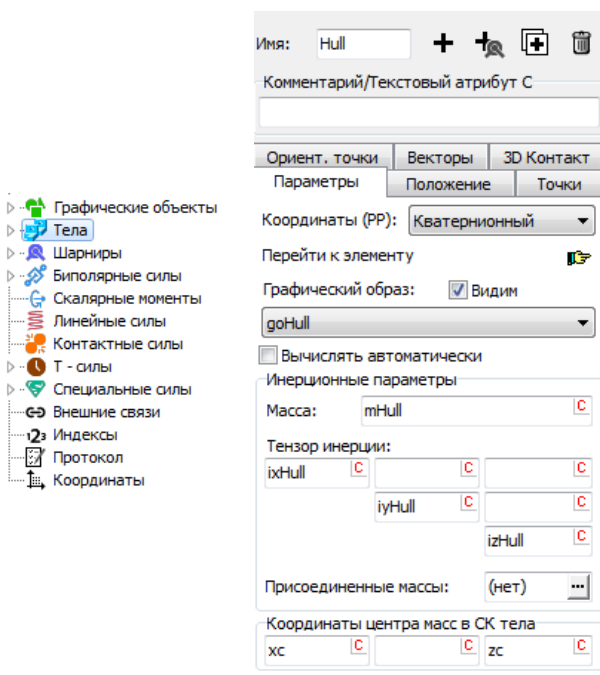

Рис. 2.26. Добавление тела – корпус ГМ
- выберите элемент **Тела** в списке элементов модели, рис. 2.26;
Рекомендуется параметризовать инерционные параметры с помощью идентификаторов, как это сделано в примере на рис. 2.26. Пример численных значений параметров приведен на рис. 2.27.